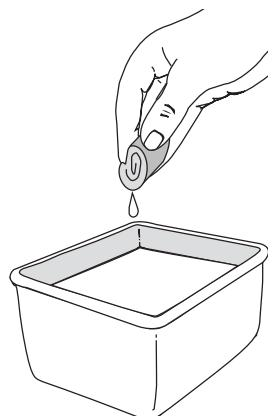

Fig. 38
- Lave el filtro con agua y detergente (Fig. 38). Enjuague bien el filtro. Escurra el exceso de agua. Déjelo secar por completo.